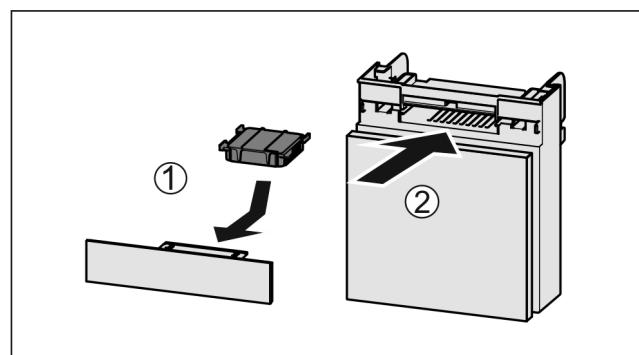

Fig. 136
- Установите фильтр с активированным углем, как показано на рисунке Fig. 136 (1).
► Вставьте отделение Fig. 136 (2).